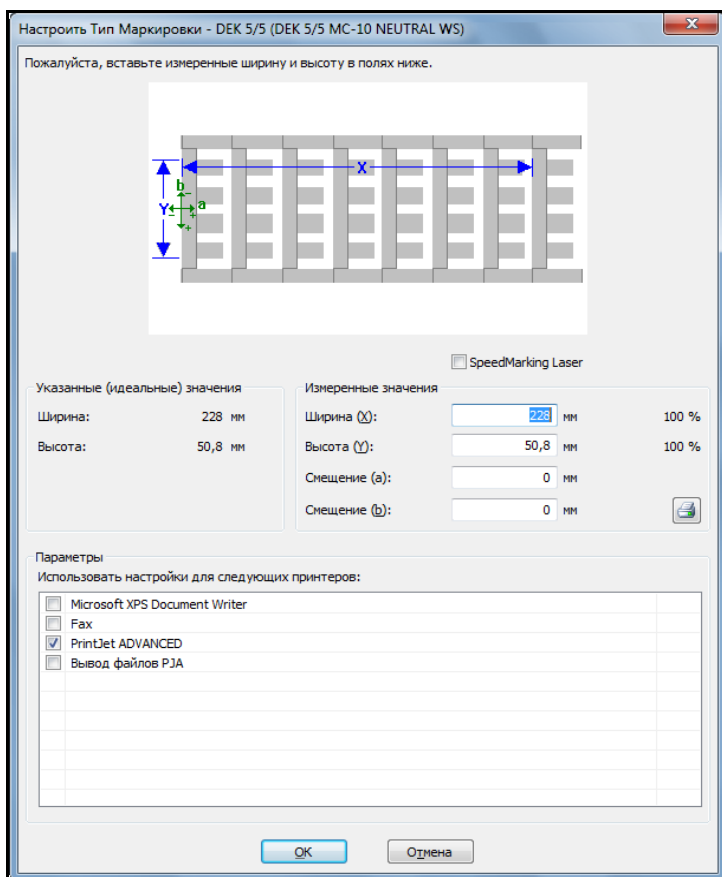

Рисунок 105 Корректировка типа маркировочного элемента
Чтобы исправить это, необходимо изменить значение параметра "Смещение (a)" в окне "Настроить Тип Маркировки" (см. Рисунок 105 Корректировка типа маркировочного элемента).
Чтобы исправить это, необходимо изменить значение параметра "Смещение (b)" в окне "Настроить Тип Маркировки" (см. Рисунок 105 Корректировка типа маркировочного элемента).
Чтобы исправить это, необходимо вычесть измеренное значение (1 мм в данном примере) из фактического значения параметра "Ширина (X)" в окне "Настроить Тип Маркировки" (см. Рисунок 105 Корректировка типа маркировочного элемента).
В случае постепенного смещения каждого последующего маркировочного элемента на печати от центра влево необходимо прибавить измеренное значение к текущему значению параметра "Ширина (X)" в окне "Настроить Тип Маркировки" (см. Рисунок 105 Корректировка типа маркировочного элемента).
Чтобы исправить это, необходимо вычесть измеренное значение (1 мм в данном примере) из текущего значения параметра "Высота (Y)" в окне "Настроить Тип Маркировки" (см. Рисунок 105 Корректировка типа маркировочного элемента).
В случае постепенного смещения каждого последующего маркировочного элемента на печати от центра вниз необходимо прибавить измеренное значение к текущему значению параметра "Высота (Y)" в окне "Настроить Тип Маркировки" (см. Рисунок 105 Корректировка типа маркировочного элемента).